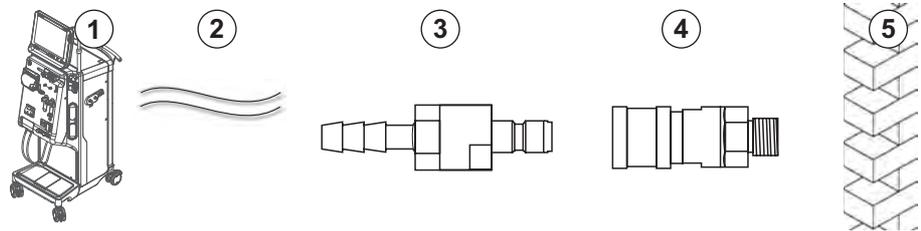

Fig. 4-6 Conectores Aquaboss de salida del dializado
- 1 boquilla de cierre macho (Fig. 4-6, ③), material 1.4571 EPDM
- 1 conector hembra para tubos ( ④ ), diámetro interior del tubo flexible 9 mm, material 1.4571 EPDM
1. Conectar el tubo ② al equipo y fijar con una brida para manguera o una abrazadera de oreja simple.
2. Conectar la boquilla de cierre ③ al tubo y fijarla con una brida para manguera o una abrazadera de oreja simple.
3. Conectar la boquilla de cierre macho ③ al conector hembra para tubos ④ fijado en la pared.